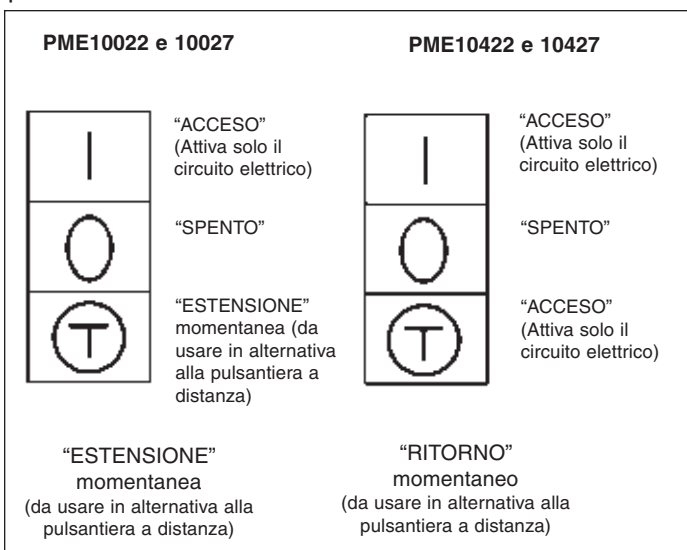

Figura 5: Posizioni degli interruttori della pompa
4. Accertarsi che l'interruttore della pompa sia in posizione "SPENTO" (figura 5).